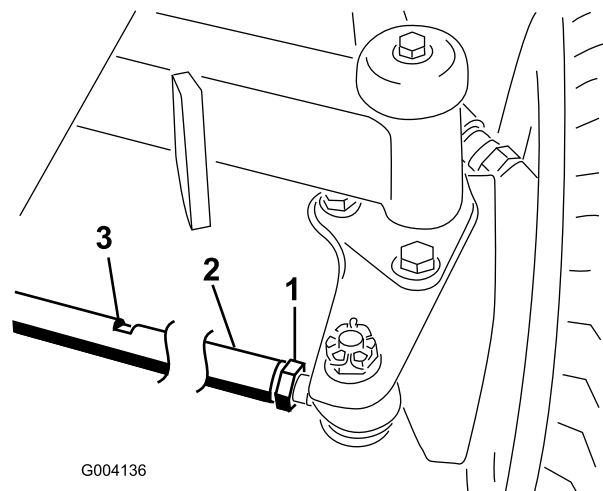

Figura 108
1. Afloje las contratuercas de ambos extremos del tirante (Figura 108).